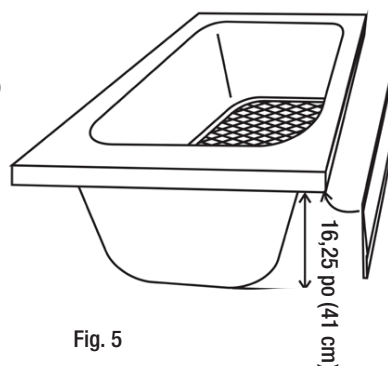

Fig. 5
7. Vérifiez l'emplacement du tuyau d'évacuation, et effectuez tout ajustement requis à cette étape-ci. Assurez-vous de laisser un accès suffisant pour le raccordement final (la jupe en option admet cet accès). Si vous utilisez la jupe en option, vous aurez besoin d'un espace libre minimal de 16 1/4 po (41 cm) à partir du plancher fini, comme le montre la Fig. 5.